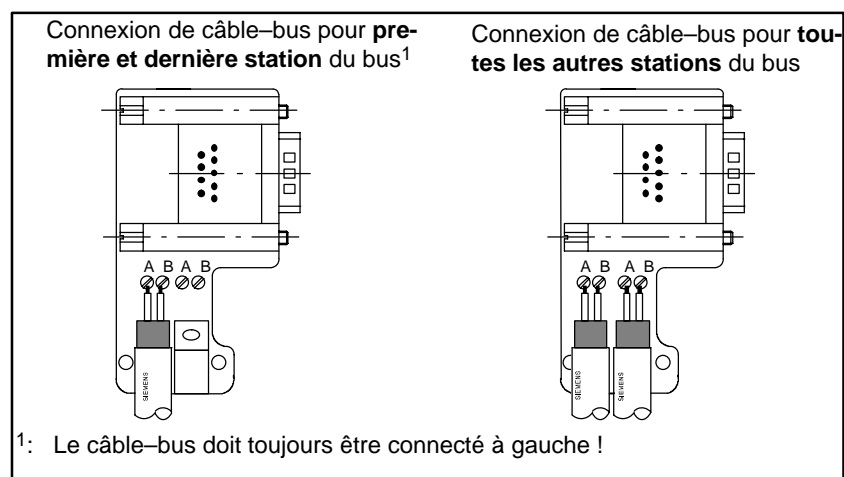

Figure 4-17 Raccordement du câble-bus au connecteur de bus (6ES7 972-0B.11 ..)
3. Introduisez le conducteur vert et le conducteur rouge dans le bornier à vis comme indiqué à la figure 4-17.